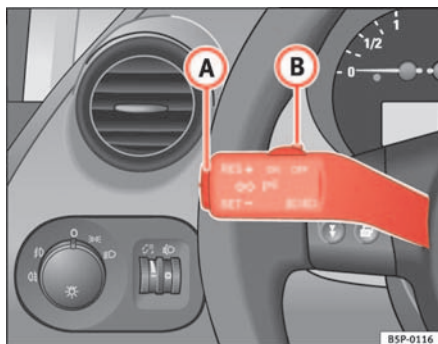

Abb. 142 Blinker- und Fernlichthebel: Schalter und Wippe für GRA
- Drücken Sie den oberen Teil der Wippe **RES+** ⇒ Abb. 142 (A), um die Geschwindigkeit zu erhöhen. Solange Sie die Wippe gedrückt halten, beschleunigt das Fahrzeug. Sobald Sie die Wippe loslassen, wird die neue Geschwindigkeit gespeichert.
Wenn Sie die gespeicherte Geschwindigkeit durch Treten des Bremspedal verringern, ist die Regelung der gespeicherten Geschwindigkeit ausgeschaltet. Sie können durch einmaliges Drücken des oberen Teils der Wippe **RES+** ⇒ Abb. 142 (A) die Regelung wieder aufnehmen.